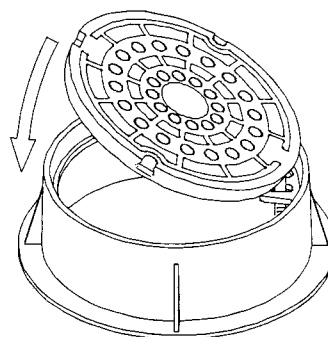

図 9
4. 指等を挟まないように注意しながら、ゆっくり蓋を閉めてください。(図9参照)